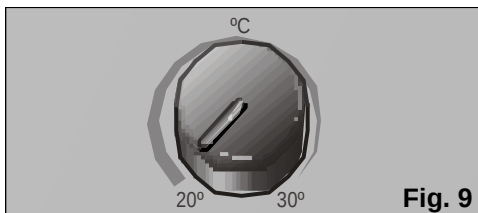

Fig. 9
- ❑ Colocar el termostato en la temperatura deseada, **Fig. 9**. Si el equipo se desconecta automáticamente debido al termostato, habrá que esperar a que la temperatura ambiente suba 2-3°C para que vuelva a entrar en funcionamiento.